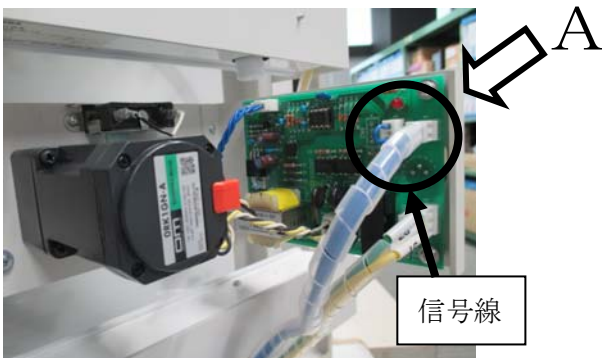

図1. サーボユニット (信号線)
(2) 電流発生器から直接サーボユニットに信号を入れる。
① サーボユニットに接続されている図1の○部分のコネクタを外し、付属されている図3のコネクタ付きケーブルを接続します。(信号線が切り離されるため、他の計器が接続されていたとき、その計器は零方向へ動くか、もしくは動作しなくなってしまうかもしれません)
② 赤色チューブの端子を電流発生器の+側へ、青色チューブの端子を電流発生器の-側へ接続します。